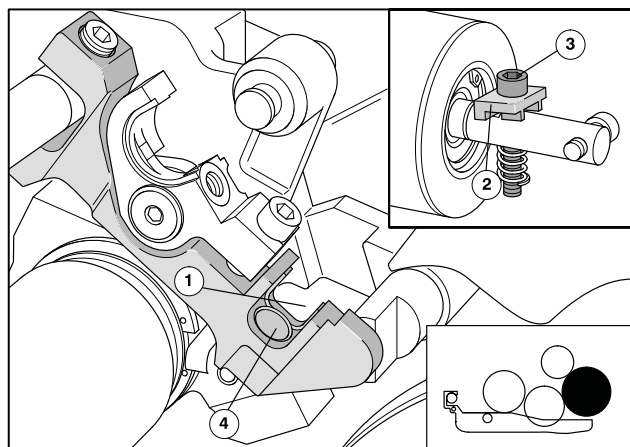

図13 水着けローラの取り付け
- ❶ 版胴の上のガードを開きます。
- ❷ ローラを取り付ける前に、キャップ(図13/❷)を回して、下に曲がっている部分をローラシャフトの溝にかみ合わせてください。
- ❸ 水着けローラのシャフトを軸受け(図13/❶)に入れます。このとき、シャフトのバネを軸受けの穴(図13/❷)に差し込んでください。ローラのシャフトのアンダーカットは、常に操作側を向いていなければなりません。
- ❹ ホルセットネジ(図13/❸)を締めて、水着けローラのシャフトを両側の軸受けの穴(図13/❷)に固定します。ネジを締めるときに、キャップを回さないように注意してください。